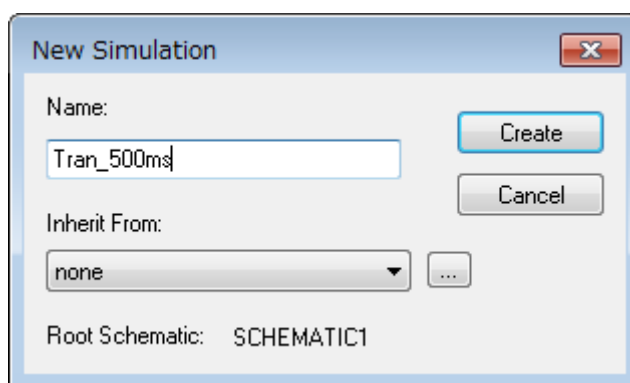

図 5.2 「New Simulation」画面
- (1) OrCAD[®] Capture メニューバー上の「PSpice」-「New Simulation Profile」をクリックすると、図 5.2 に示す「New Simulation」ウィンドウが表示されます。任意のプロファイル名を指定し、「Create」をクリックしてください。